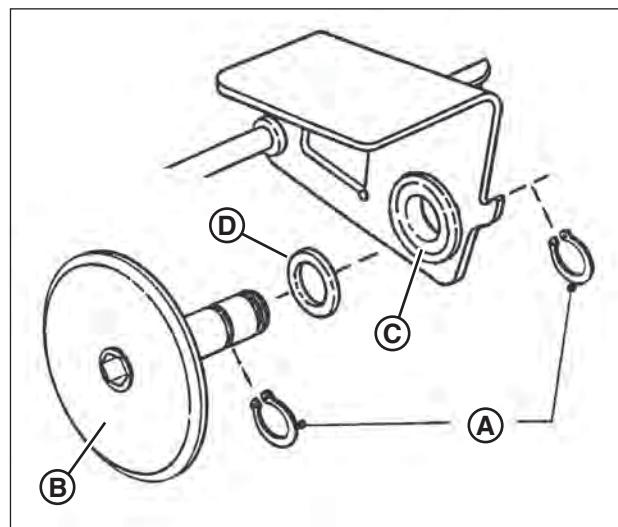

Figura 31: Reemplazo del disco impulsado
3. Retire los dos anillos de retención (**A**, **Figura 31**) que fijan el disco impulsado de goma (**B**) en el conjunto de disco impulsado.
2. Retire ambos anillos de retención (**A**, **Figura 31**) que fijan el disco impulsado de goma (**B**) en la placa de empuje.